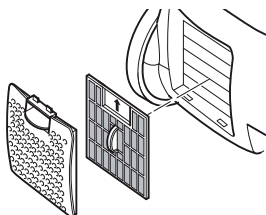

Abb. 27
3. Entnehmen Sie den Hygiene-Ausblasfilter (Abb. 27).
6. Setzen Sie den neuen/gereinigten und vollkommen trockenen Hygiene-Ausblasfilter mit dem Pfeil nach oben (Abb. 27) zurück in seine Konsole.